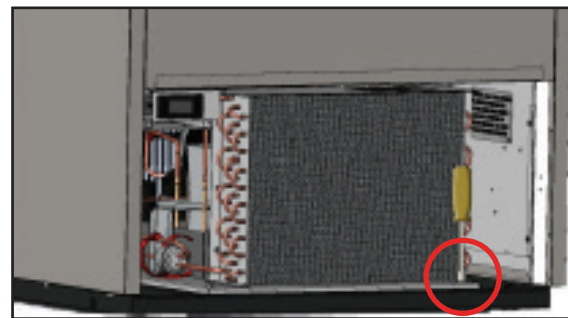

Рис. 5. Снять болты крепления основания конденсатора.
6. Снять болты крепления основания конденсатора. См. рис. 5.